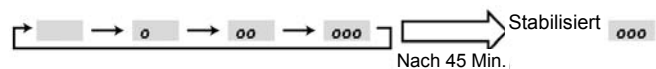

Abb. 23: [Anzeige (D)] Warten auf Stabilisierung
- 3) Drücken Sie zur Bestätigung der Einstellung die Taste **FILTER** (↔). (s. Abb. 23)